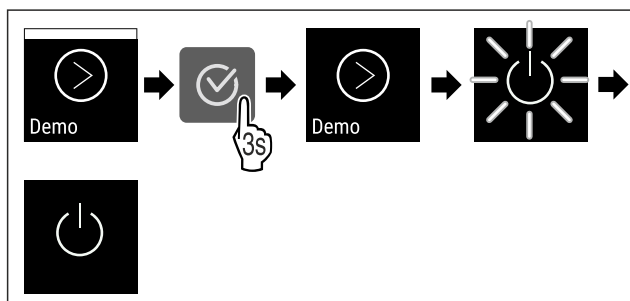

Fig. 91
- ▶ Izvedite zahtevane korake (glejte Fig. 91) .